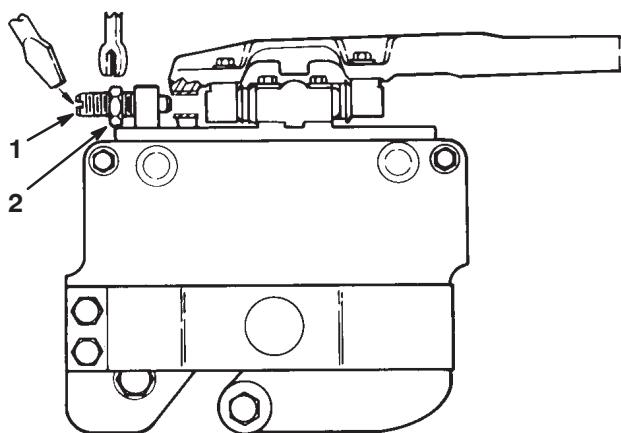
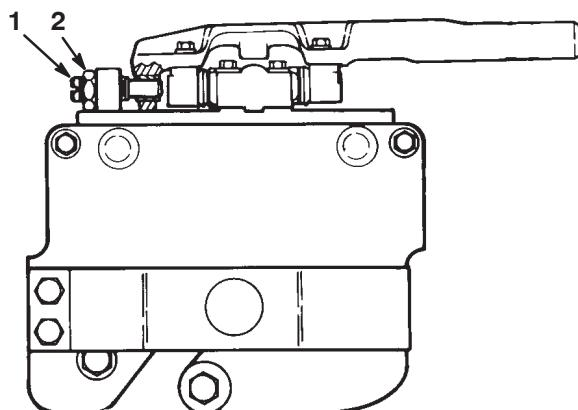

Figure 14
Figure 15
1. Mettez le moteur en marche et abaissez les plateaux de coupe sur une surface plane comme une planche de 3/4 pouce ou 1 pouce (au moins 20 pouces x 30 pouces). Coupez le moteur et enlevez la clé du commutateur d'allumage. Bloquez les plateaux de coupe dans la position fixe en desserrant l'écrou de blocage sur la goupille de verrouillage (Fig. 14) et en vissant la goupille dans le trou du bras de pivot (Fig. 15). Serrez l'écrou pour bloquer le réglage. Elevez les rouleaux avant pour les décoller de la surface plane.
- Desserrez la goupille de verrouillage pour que le plateau de coupe puisse flotter librement (Fig. 14).
1. Verrouillez chaque plateau de coupe en position fixe (voir Orientation du plateau de coupe, Fig. 15). Procédez au réglage du contact cylindre/contre-lame et de la hauteur de coupe.